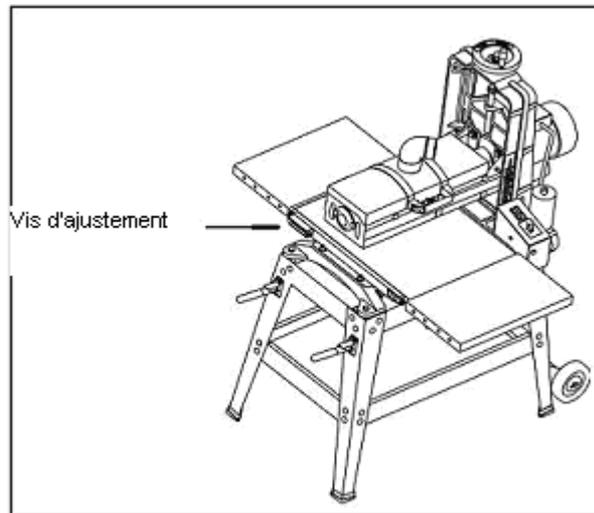

FIGURE 11
1. Les vis de réglage de l'alignement de la courroie d'avance du convoyeur sont placées sur les côtés internes et externes à l'arrière de la ponceuse à cylindre (Reportez-vous aux Figures 11 et 12.)